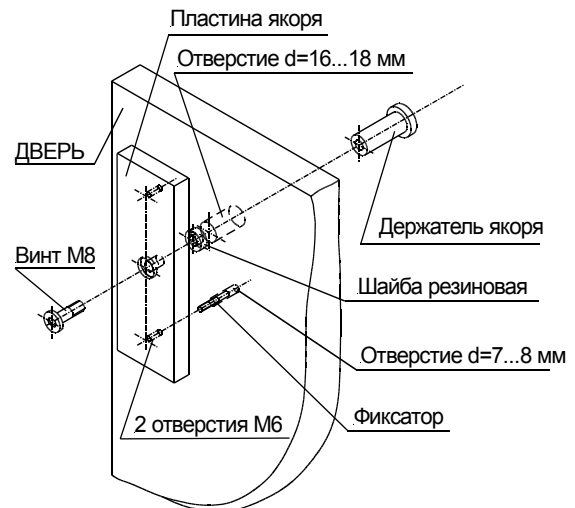

Рис. 2. Монтаж пластины якоря.
- Подготовьте дверь. Произведите разметку и просверлите отверстия для крепления пластины якоря и фиксатора (рис. 2). Укрепите